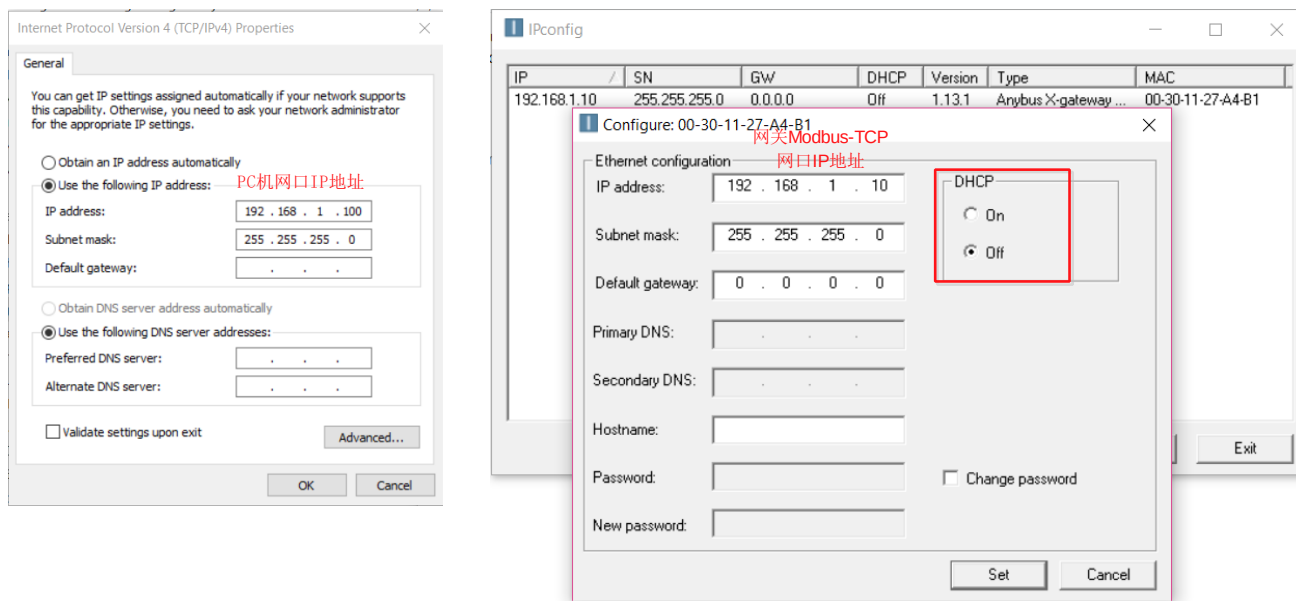
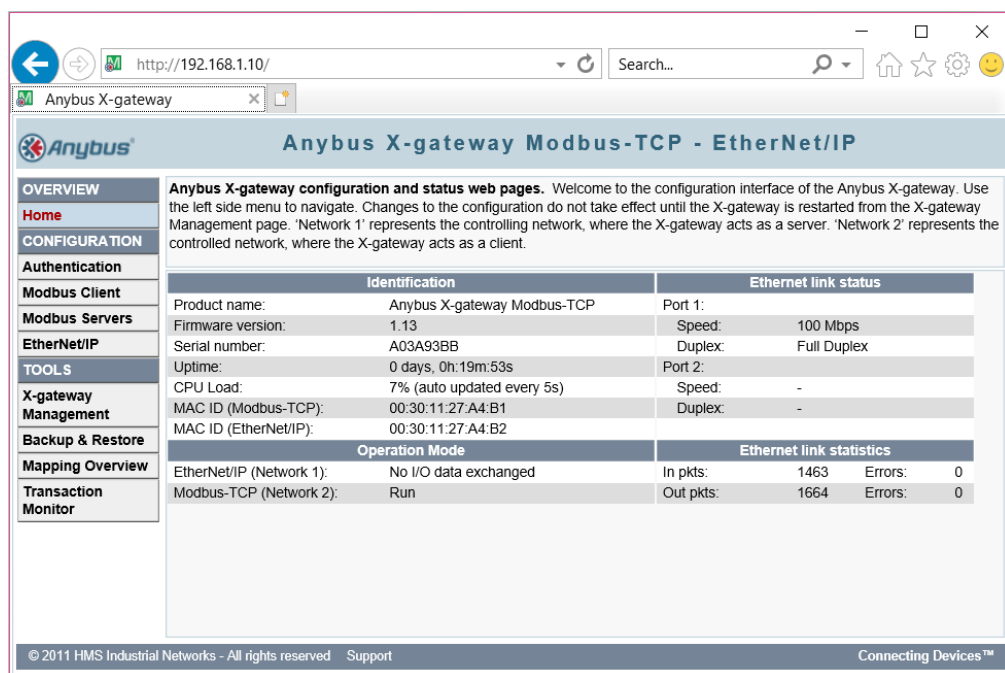

图 2-3 设置 IP 地址
图 2-4 开始界面
1. 用网线连接 PC 机与网关 AB9006 的 Modbus-TCP 接口。打开 IPConfig 软件，双击扫描到的 Anybus X-gateway Modbus-TCP 网络，在弹出的对话框中设置 AB9006 的 Modbus-TCP 网络 IP 地址与 PC 机的 IP 地址在同一个网段上，如图 2-3 所示。
2. 打开 IE 浏览器，输入 AB9006 Modbus-TCP 网口 IP 地址。根据图 2-3 所示输入地址 192.168.1.10，显示如图 2-4 所示界面。